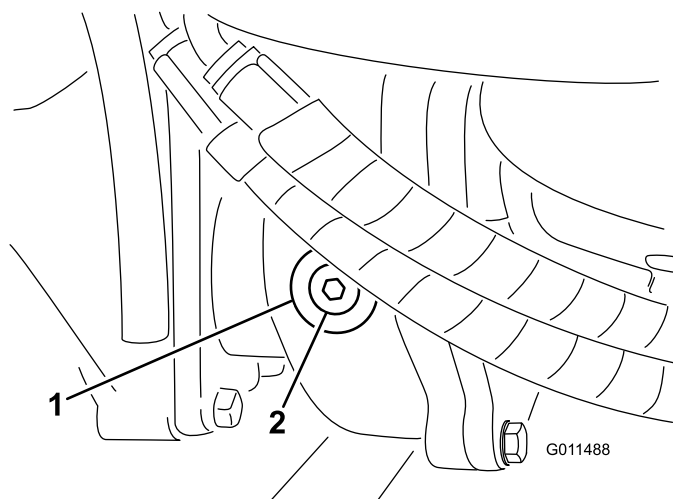

Figura 74
2. Togliete il tappo di controllo/riempimento dal lato sinistro del riduttore e verificate che il lubrificante raggiunga la base del foro (Figura 74).